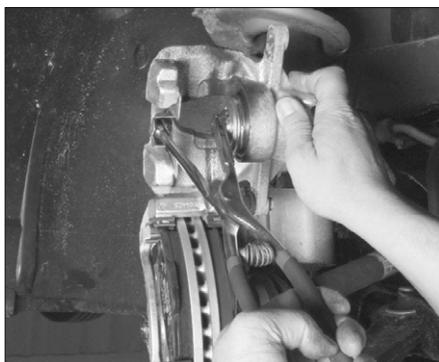

FIG. 5
- Repousser complètement (de préférence à l'aide d'un outil approprié) le piston de l'étrier (Fig.5).